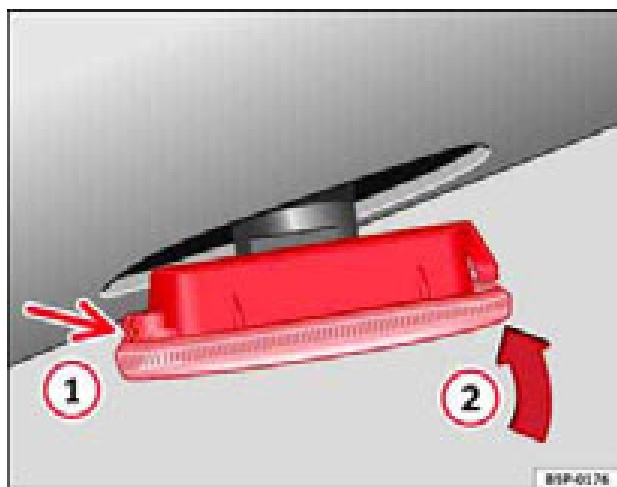

Fig. 166 Intermitente lateral
- Coloque el intermitente en primer lugar en el orificio de la carrocería, encajando las pestañas ⇒ fig. 166, flecha ①.
- Encaje el intermitente como indica la flecha ② ⇒ fig. 166 ■